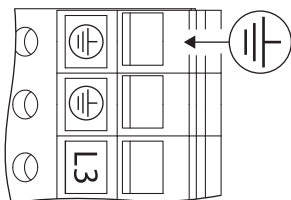

Fig. 21: puesta a tierra adicional
- Dada la intensidad de la corriente de derivación en los motores a partir de 11 kW, según EN 50178 se ha de conectar una puesta a tierra adicional y reforzada (Fig. 21).